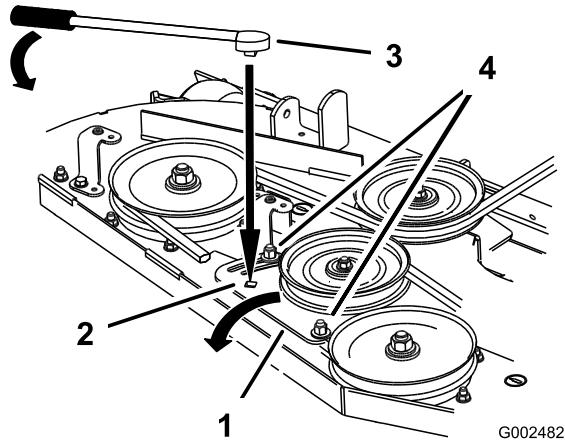

Figura 53
- Si es necesario realizar un ajuste, afloje la chapa de la polea tensora del cortacésped y ajústela (Figura 53).
- Introduzca una llave de carraca en el taladro cuadrado de la chapa de la polea tensora del cortacésped para ajustar la tensión (Figura 53).
- Para aumentar la tensión de la correa, gire la chapa de la polea tensora hasta que note resistencia y la chapa deje de girar. Deténgase cuando deje de girar (Figura 53).
- Apriete los pernos de la chapa de la polea tensora (Figura 53).
10. Ajuste la tensión de la correa y de la chapa de la polea tensora, si es necesario, y apriete firmemente todos los herrajes (Figura 53).